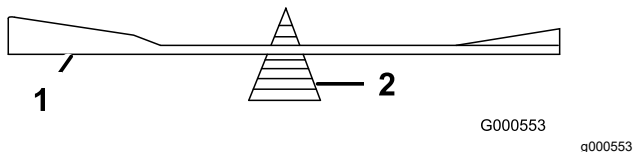

Figura 64
2. Verifique o equilíbrio da lâmina colocando-a num equilibrador de lâminas (Figura 64).